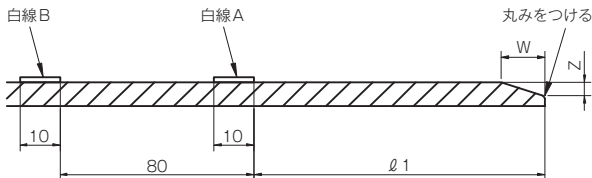

図15 面取りおよび白線表示
- (1) ALW形または他の継手形式の管を切断して形成した挿し口をALW形受口に挿入する場合は、原則、グラインダなどを用いて図15のように面取り加工を施す。また、接合時にゴム輪を傷つけないよう、挿し口端面の角部にはやすりがけを行い、丸みをつける。
- (2) 挿し口の加工部分は、Ⅵ 外面塗装の補修方法に従い、ダクタイル鉄管切管鉄部用塗料を塗布する。
- (3) その後、所定の位置に白線を表示する。